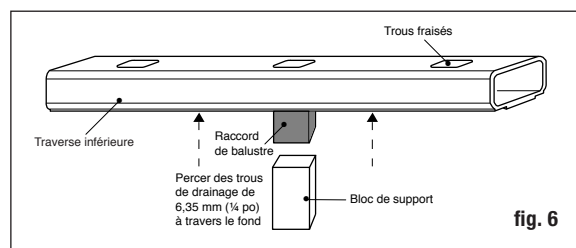

fig. 6
Étape 7 Trouvez le centre de la base de la traverse du bas et fixez le raccord de balustre inclut avec le bloc de support, en utilisant les vis fournies. Vérifiez les exigences du code de la construction quant à l'espacement maximum entre la surface de la terrasse et le bas de la traverse (balayage); nous recommandons 7,6 cm (3 po), mais peut être moindre si désiré. Si nécessaire, coupez le bloc de support à la hauteur désirée (fig. 6). **Percer deux trous de drainage de 6,35 mm (1/4 po) à travers le fond de la traverse pour éviter que l'eau ne soit coincée. Centrer les trous de drainage entre les deux emplacements de balustres car le balustre peut bloquer le passage et empêcher l'eau de se drainer correctement.**